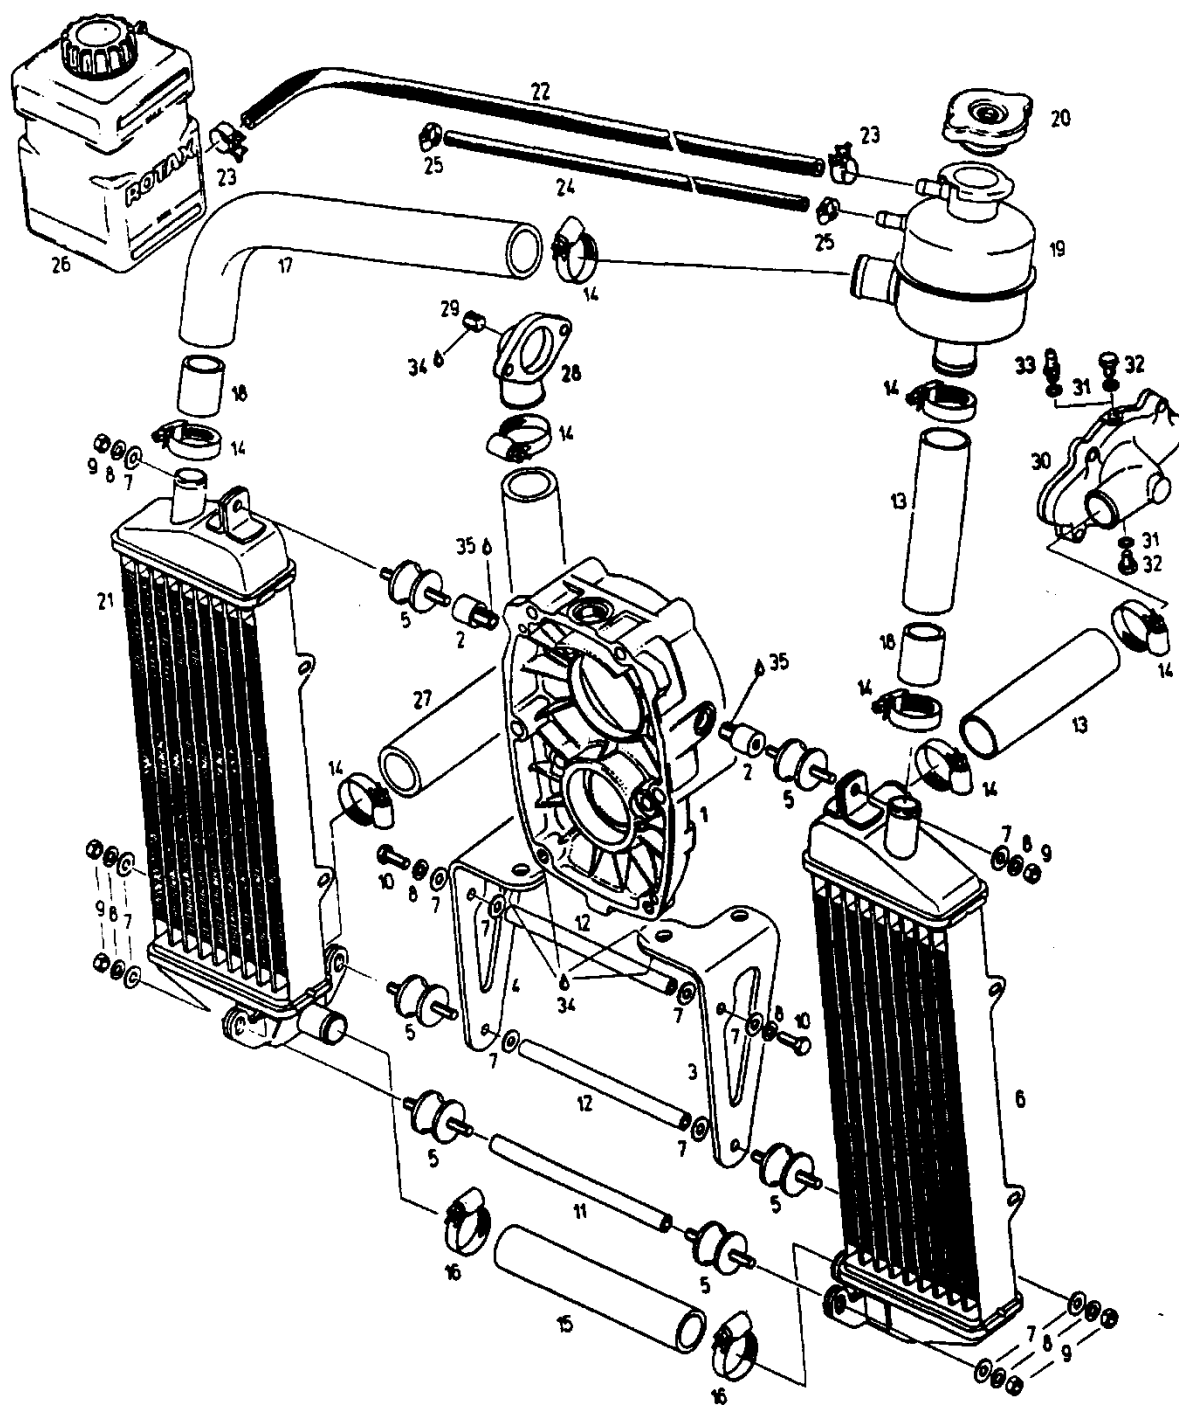

Рис. 55. Двухсекционный высокий радиатор для двигателя, установленного свечами вниз
3. Двухсекционный высокий радиатор для двигателя, установленного свечами вниз (рис. 55) (объем - 0, 8 л, площадь - 6, 4 дм²) устанавливается на двигатель. Объем системы охлаждения - 2, 75 л.
4. Односекционный радиатор без клапанной крышки (рис. 55) (объем - 0, 6 л, площадь - 4, 1 дм²) устанавливается на мотораму.
5. Односекционный радиатор с клапанной крышкой (рис. 55) (объем - 0, 8 л, площадь - 5, 2 дм²) устанавливается на мотораму.
Рис. 55а. Двухсекционный высокий радиатор для двигателя, установленного свечами вниз